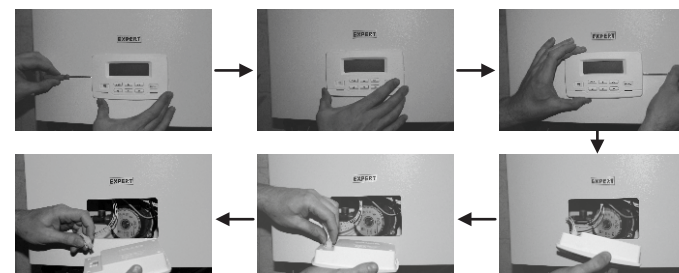

Рисунок 2
4.3 Для подключения прибора и ремонтно-профилактических работ необходимо снять панель лицевую (2) с кожуха (1). Для этого необходимо предварительно снять блок управления (3). Порядок отсоединения блока управления показан на рис. 2.
- 32 Екатеринбург, «Предприятие «ТАЭН», (343) 222-79-97
- 33 Екатеринбург, «ПромИнком», (343) 20-20-752
- 34 Екатеринбург, «Сервисная служба» (343) 328-72-27